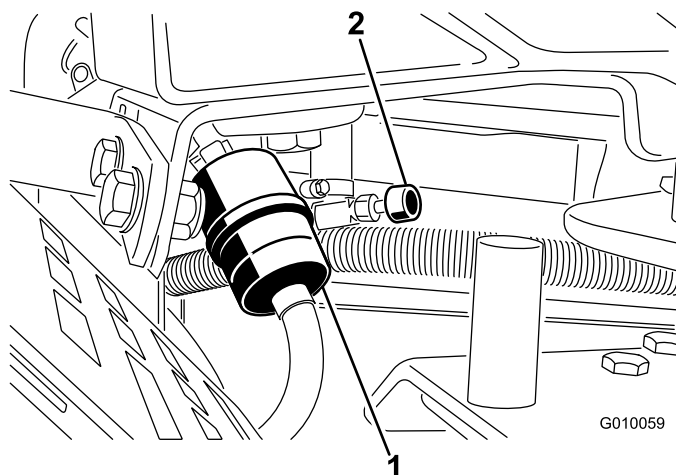

図 52
2. 燃料バルブを閉じる 図 52。
3. 古いフィルタのクランプをゆるめて脇に寄せる 図 52。
5. 新しいフィルタをホースに取り付け、クランプで固定する 図 52。
7. 燃料バルブを開く図 52。
- 燃料バルブを閉じる図 52。
- 燃料フィルタについているクランプをゆるめ、フィルタからずらす図 52。
- 燃料フィルタから燃料ホースを抜き取る図 52。燃料バルブを開き、排出される燃料を適切な容器に受ける。
- フィルタに燃料ホースをつなぎ、クランプで固定する(図 52)。